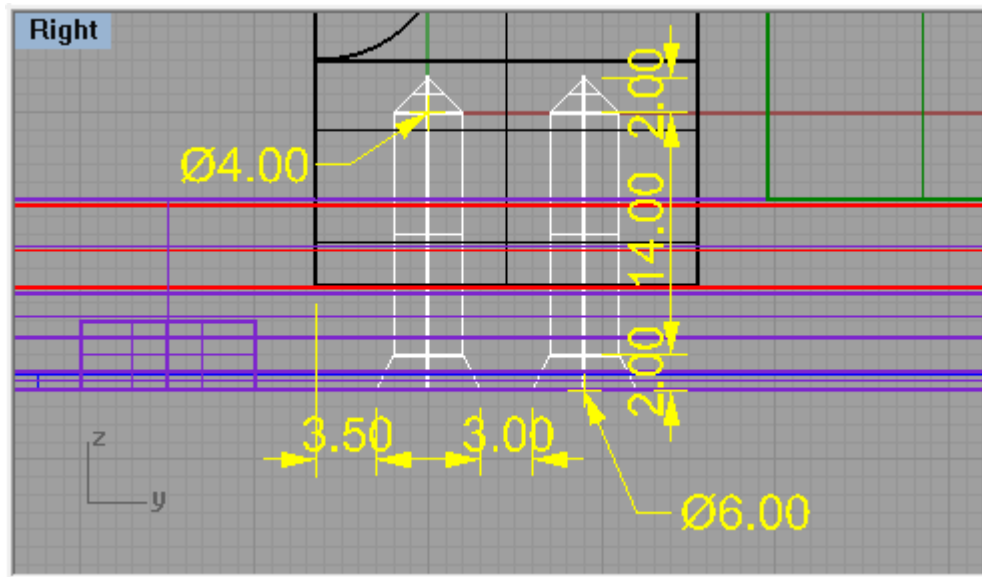

Figura 5.72
25.- En el menú “Solid”, seleccionar “Truncate cone” para hacer la base de los tornillos que sujetan la quijada móvil con la placa de acuerdo a las dimensiones que se muestran en la figura 5.72.